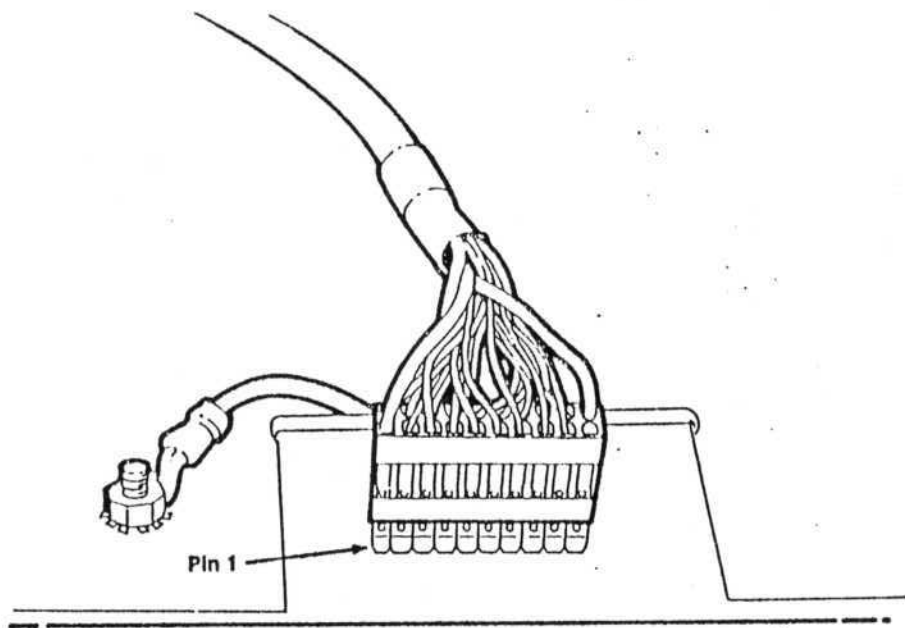

Bild 20
2. Tastaturkabel einstecken und Massekabel festschrauben (Bild 20).